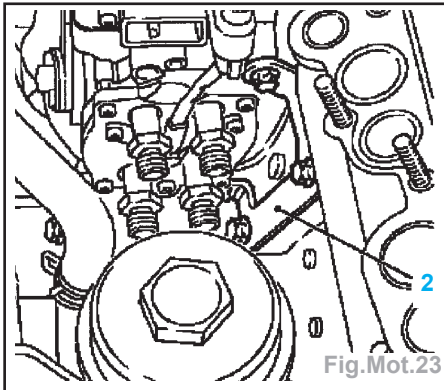

Fig.Mot.23
- Déposer la pompe d'injection du support (2) (Fig.Mot.23).